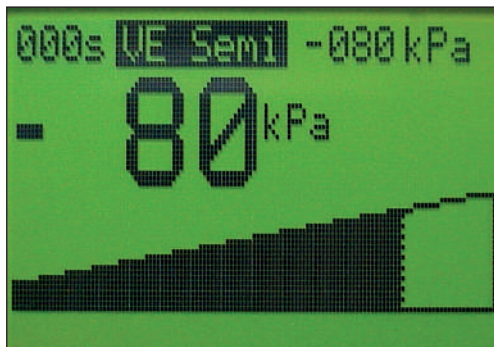

Bild 23. VE Semi Modus nach erreichtem Endvakuum
- Das Erreichen des Endvakuums wird durch einen Hinweisston (langer Ton mit einer kurzen Unterbrechung) signalisiert. Die Zeitanzeige steht auf 0s (Bild 23). Das Endvakuum wird gehalten.